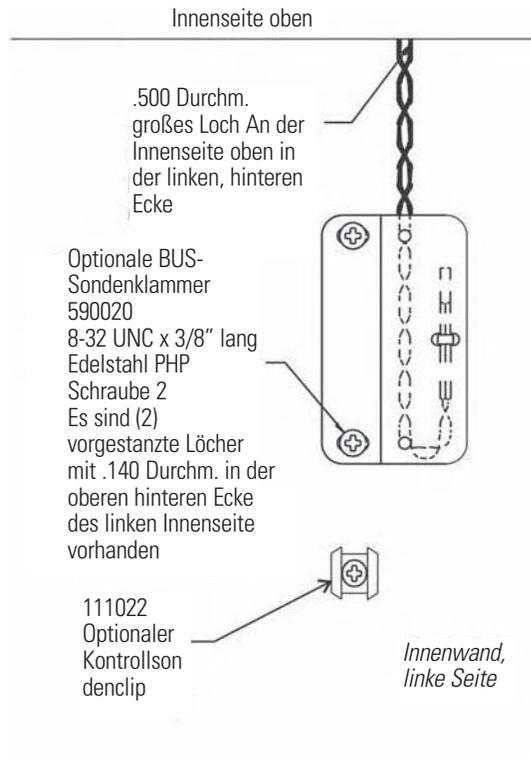

Abb. 7-4. Sondenklammer
1. Das vorgebohrte 0.500" Loch in der oberen linken Ecke hinten an der Kammerdecke öffnen. Die Halterabdeckung zur Befestigung der Spiralsonde/des Solenoidkabelsatzes entfernen. Das Sondenkabel abwickeln und die Sondenspitze ca. 12" tief in die 0,500" große Öffnung stecken (Abb. 7-4).
3. Die beiden #8-32 vorgebohrten Öffnungen an der inneren linken Wand des Gefrierschranks abdecken. Die Klammer montieren. Abb. 7-4 zeigt die Back-Up Sonde, die an der inneren linken Wandseite des Gefrierschranks montiert ist.